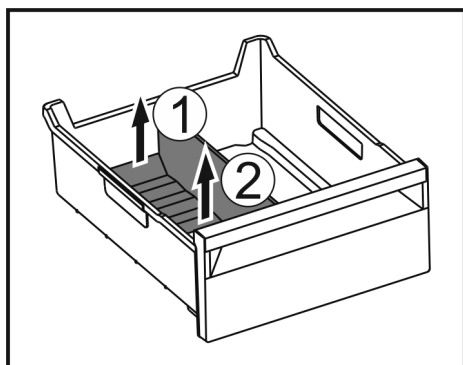

Fig. 146
- Podnieść tylną część separatora do szuflady na lód. Fig. 146 (1)
- Separator do szuflady na lód podnieść do góry. Fig. 146 (2)